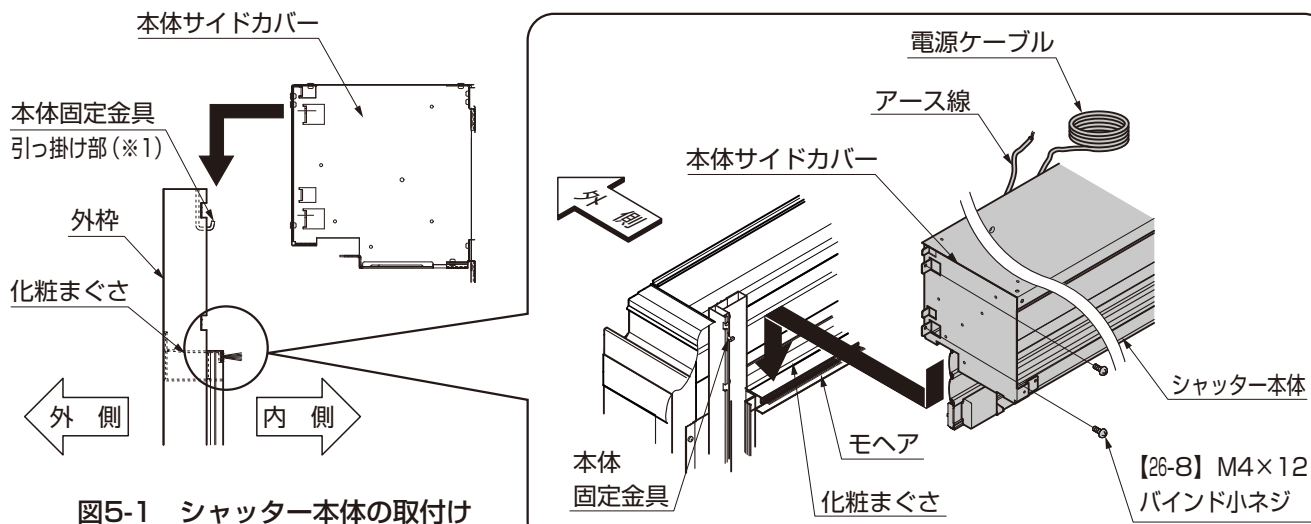

図5-1 シャッター本体の取付け
- ①シャッター本体をダンボールから取出したら、シャッター本体の裏面から出して、電源ケーブルとアース線を伸ばして端部をシャッター本体の上に仮に載せてください。
- ②本体サイドカバーを持ち、シャッター本体を化粧まぐさの上に載せてください。（図5-1 参照）
- 電源ケーブルとアース線を、シャッター本体と化粧まぐさの間にはさみ込まないように、上に出してください。（図5-1 参照）
- ⑤シャッター本体が本体固定金具に掛かっていることを再度確認して、シャッター本体を本体固定金具に【26-8】で取付けてください。